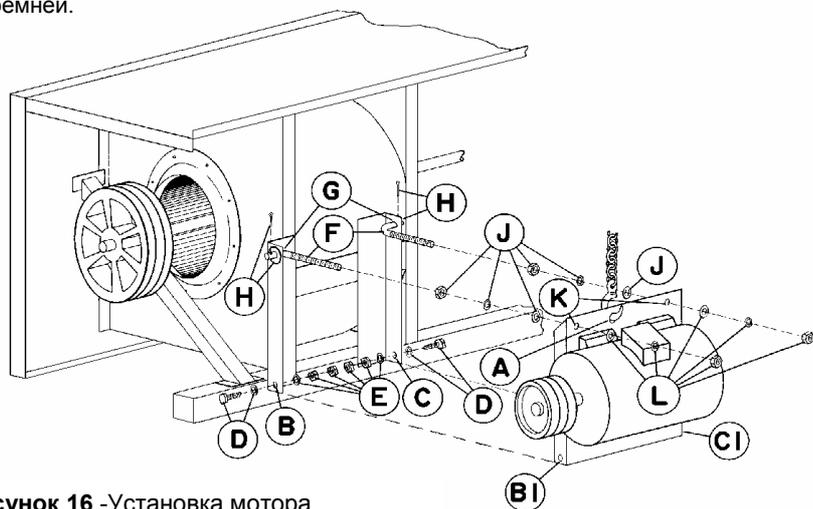

Рисунок 16 -Установка мотора
1. Смотрите рисунок 16 прежде чем установить основание мотора.